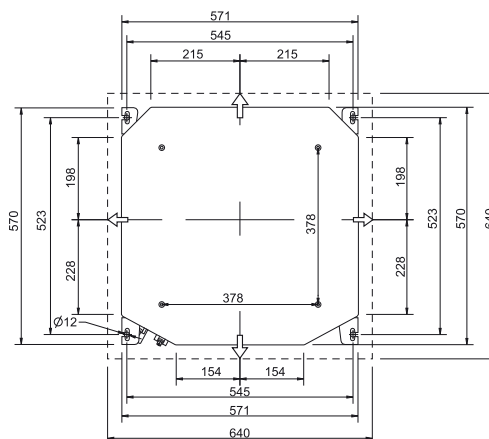

Рис. 15
- а. По форме бумажного установочного шаблона вырежьте в потолке квадратное отверстие 600х600 мм (см. рис. 15 и 16).